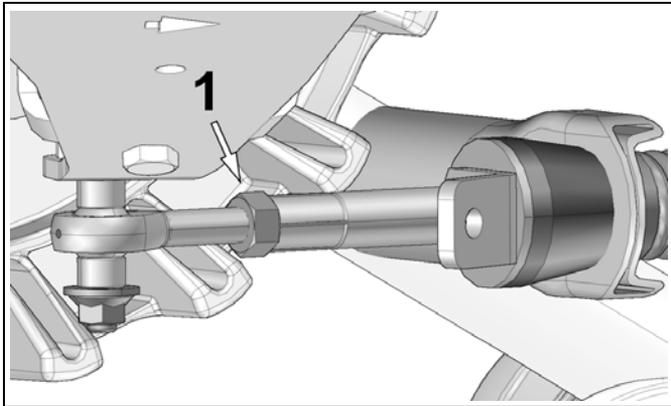

Abbildung 6
- Wenn der Anstellwinkel korrekt eingestellt ist, schrauben Sie die Gegenmutter (1) wieder mit einem Anzugsmoment von 40 N•m [30 lb•ft] fest. Siehe Abbildung 6.